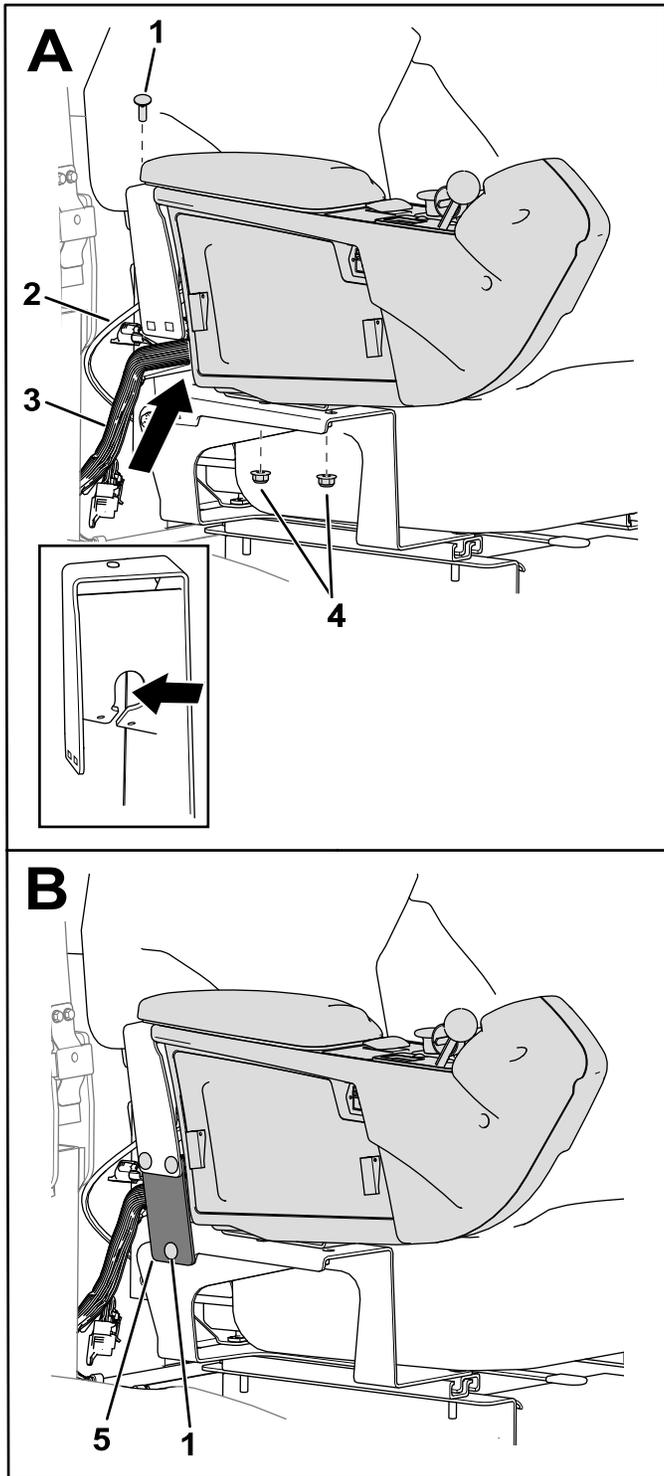

图 4
2. 将控制台放到座椅支架上 A 图 4 中的 A。
对于型号 31900、31901、31907 和 31909 机器确保油门拉索位于线束上方的座椅支架间隙中 A 图 4 中的小图 A。
4. 用 3 个托架螺栓和 3 个螺母将板固定到座椅支架上 B 图 4 中的 B。
3. 用现有的螺母[调整座椅组件(页码 1)中卸下的]和托架螺栓和螺母将控制台固定到座椅支架A 图 4 中的 A。